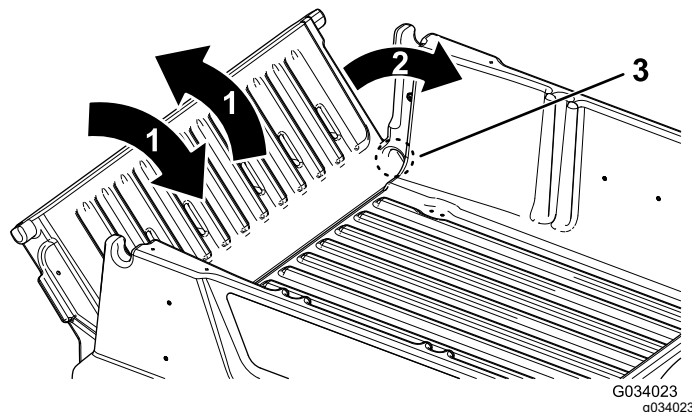

Figure 24
2. Faites pivoter le hayon à environ 45° (Figure 24).
3. Faites pivoter le hayon d'avant en arrière en l'agitant légèrement quelques secondes (Figure 24).